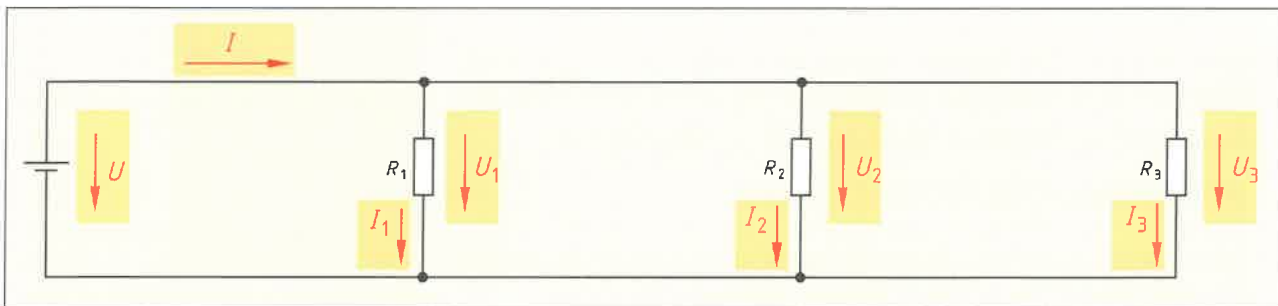

Bild 2: Parallelschaltung mit drei Widerständen
2. Tragen Sie in die Parallelschaltung **Bild 2** die Teilspannungen  $U_1$  an  $R_1$ ,  $U_2$  an  $R_2$  und  $U_3$  an  $R_3$ , die Gesamtspannung  $U$ , die Teilströme  $I_1$ ,  $I_2$  und  $I_3$  sowie den Gesamtstrom  $I$  mit den dazugehörigen Bezugspfeilen ein.
3. Ergänzen Sie die Gesetzmäßigkeiten der Parallelschaltung **Bild 2 a)** als Formel und **b)** allgemein mit Worten